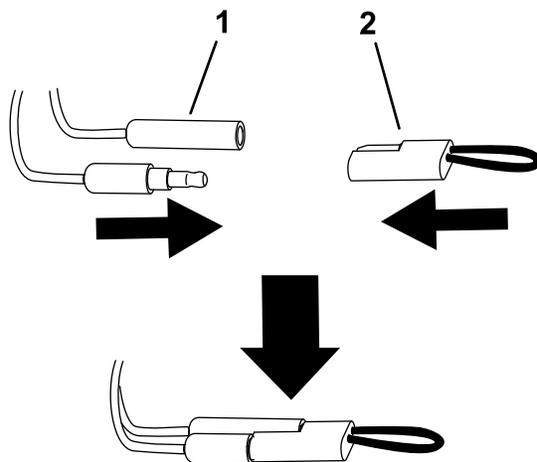

Figure 12
- 5. Débranchez les connecteurs d'étalonnage et remettez le capuchon sur les connecteurs (Figure 12).